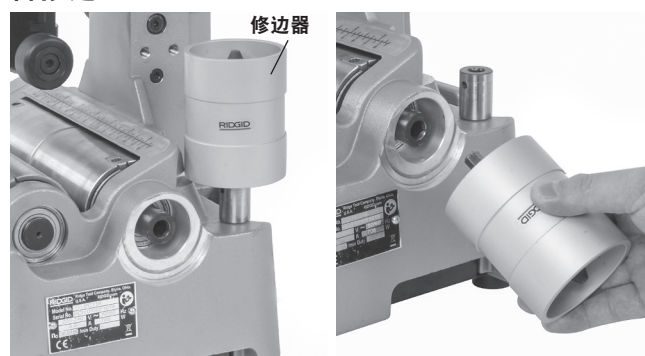

图 11 – 安装修边器
2. 从存储位置中取出修边器，然后装入使用位置，如图 11 所示。确认修边器已稳妥装好。